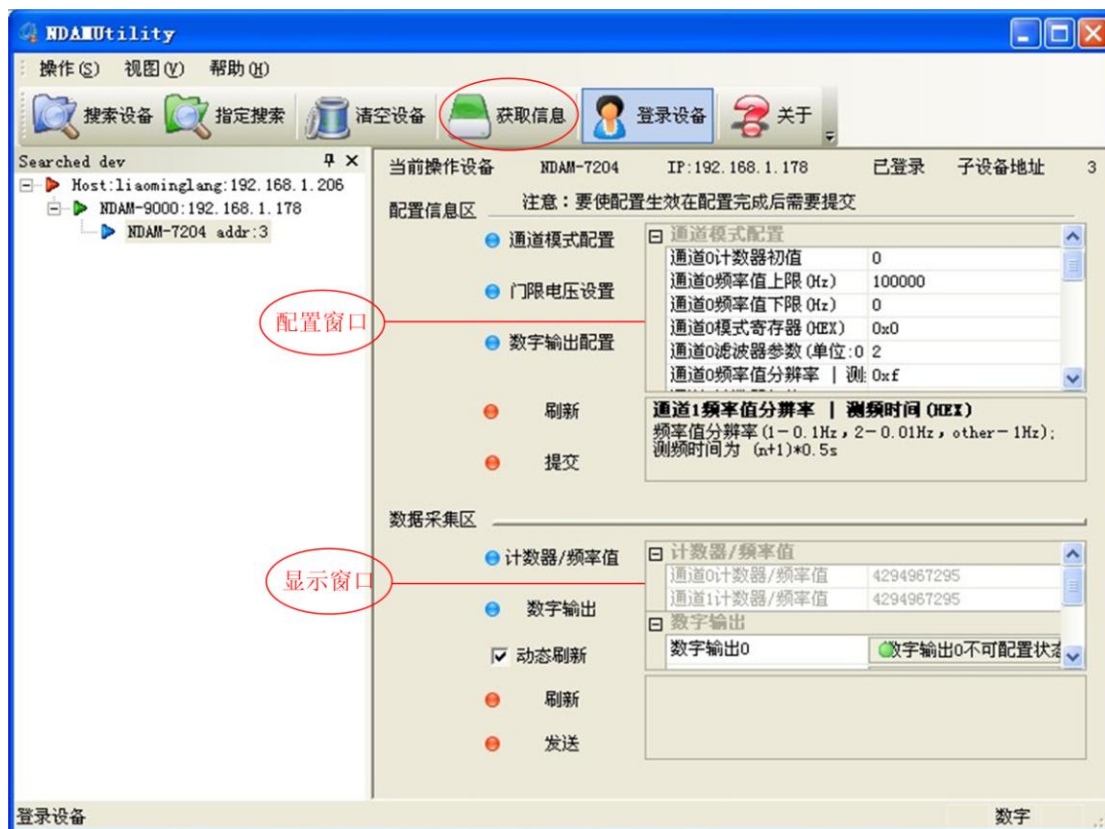

图 5.4 获取信息
- 4) 单击界面上的“获取信息”按钮，得到如图 5.4 所示界面。其中，“配置窗口”用于配置各输入通道的计数/测频模式和条件，“显示窗口”用于显示各通道的测量结果。